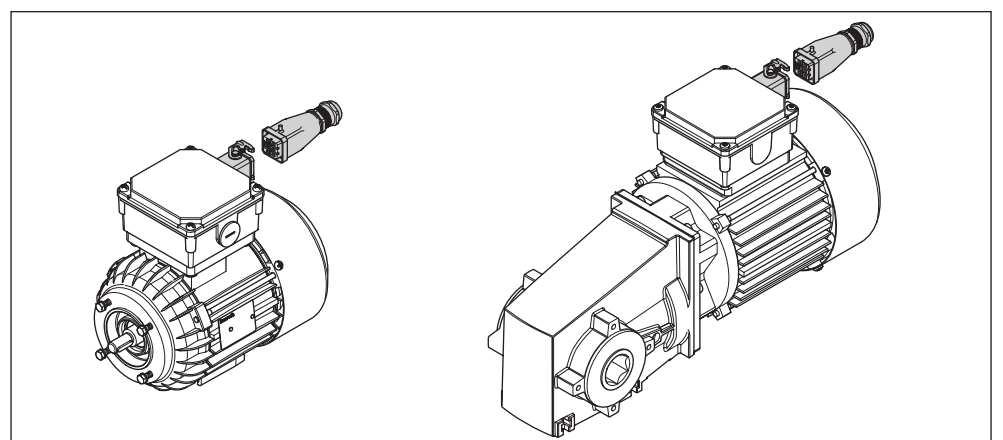

图 9 电机连接选用插头 (AT = S)
- 电机连接选用插头 (AT = S)，见 图 9 "电机连接选用插头 (AT = S)"，第 23 页。注意预熔断丝!